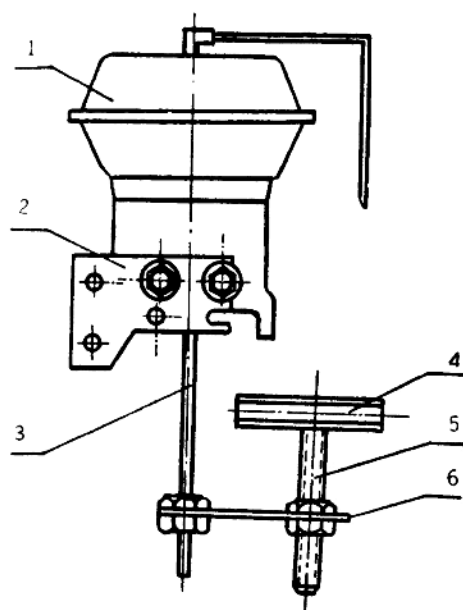

图4 电气阀门定位器与调节阀的组装图
本仪表安装质量的好坏,直接影响仪表的使用性能。图4所示为本仪表与气动薄膜调节阀的组装方式。
- (1) 首先把本仪表的安装板用螺钉紧固在薄膜调节阀膜头的连接孔上,如图4所示。
- (2) 把仪表通过连接螺钉用 M8 螺母紧固在安装板上。
- (3) 把安装附件紧固在薄膜调节阀的阀杆上,保证比例臂上的滚轮能在槽板内自由移动。
- (4) 用 $\phi 6 \times 1$ 紫铜管分别接入仪表输入(供气)输出压力,并与薄膜调节阀膜头连接,用螺母固紧,连接处不得漏气。